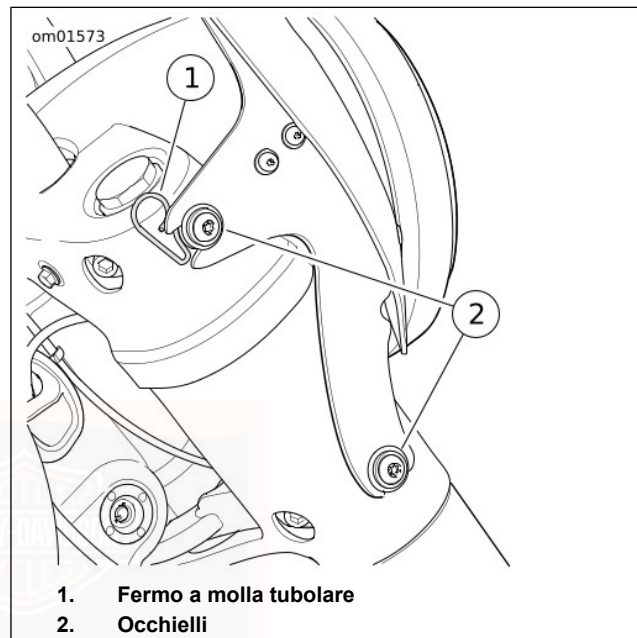

Figura 15. Parabrezza: Modello FLD
1. Vedere Figura 15. Sollevare le molle di chiusura del fermo tubolare su entrambi i lati del parabrezza e spostare in avanti la SOMMITÀ del parabrezza, fin quando le tacche SUPERIORI della staffa non scorrono fuori dagli occhielli.
1. Vedere Figura 15. Sollevare le molle di chiusura del fermo tubolare su entrambi i lati del parabrezza e far scorrere le tacche INFERIORI della staffa del parabrezza sugli occhielli inferiori.